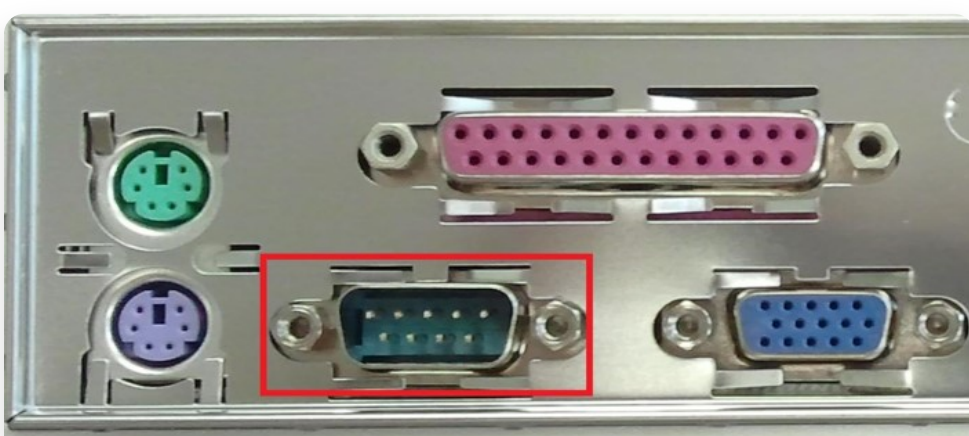
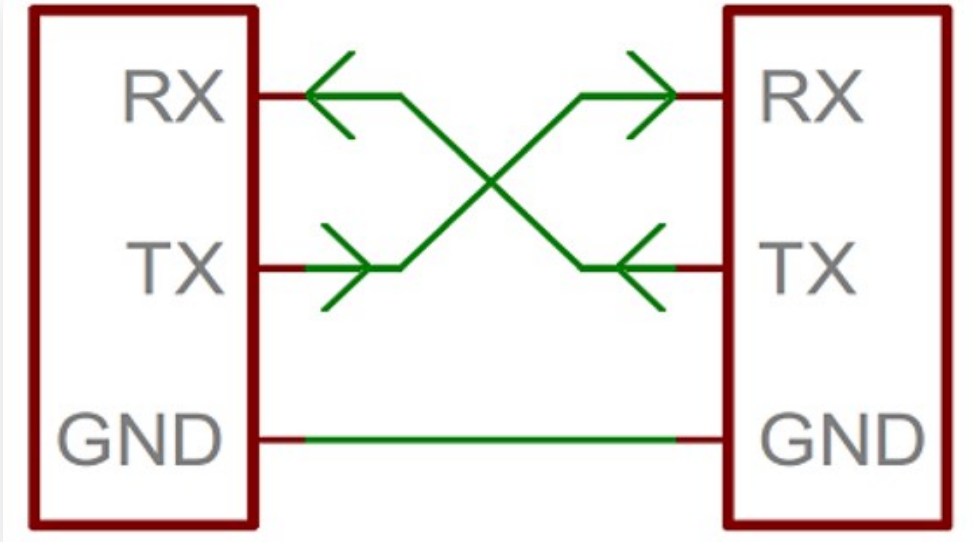

**Figura 1:** Conector DTE macho de nove vias (azul) e DCE fêmea de nove vias (Fonte: wikimedia).
Figura 3: Pinos básicos para comunicação serial RS232
- 3 O padrão definia como os computadores – chamados de Data Terminal Equipment (DTE) – fariam a conexão com os modems – denominados Data Communication Equipment(DCE). O padrão dizia que os computadores deveriam estar equipados com um conector de nove vias (25 vias no início), enquanto os modems deveriam ter um soquete (conector fêmea)de nove vias, como mostrado na figura 1.
RS232 é o nome também atribuído ao protocolo de comunicação serial utilizado, que envolve o envio de dados bit a bit no tempo, em uma linha de comunicação. A despeito dos demais sinais utilizados em uma comunicação serial ainda mais antiga, com modems, como vimos na figura 1, uma comunicação simples pode ser feita com a ligação de pinos de transmissão (TX), recepção (RX) e terra (GND), conforme mostra a figura 3.